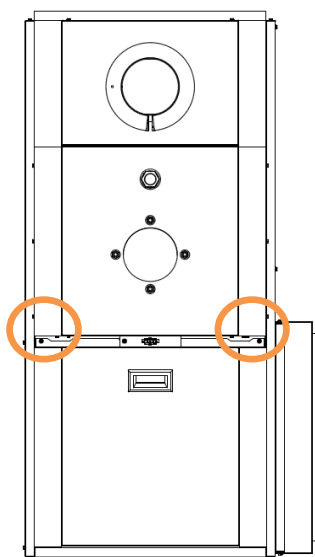

Figure 1
2) Enlever les deux (2) vis qui maintiennent la porte en place (Figure 1).